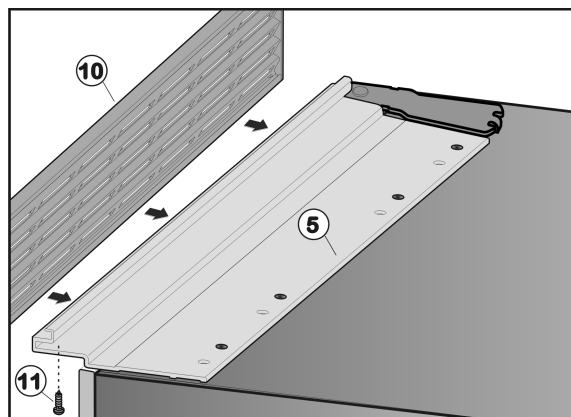

Fig. 31
- Coloque la rejilla de aire Fig. 31 (10) sobre el perfil de montaje Fig. 31 (5) y alinéela de tal forma que los agujeros de la rejilla de aire y del perfil de montaje se encuentren superpuestos.
- Atornille la rejilla de aire Fig. 31 (10) desde abajo con los tres tornillos Fig. 31 (11) en el perfil de montaje Fig. 31 (5).